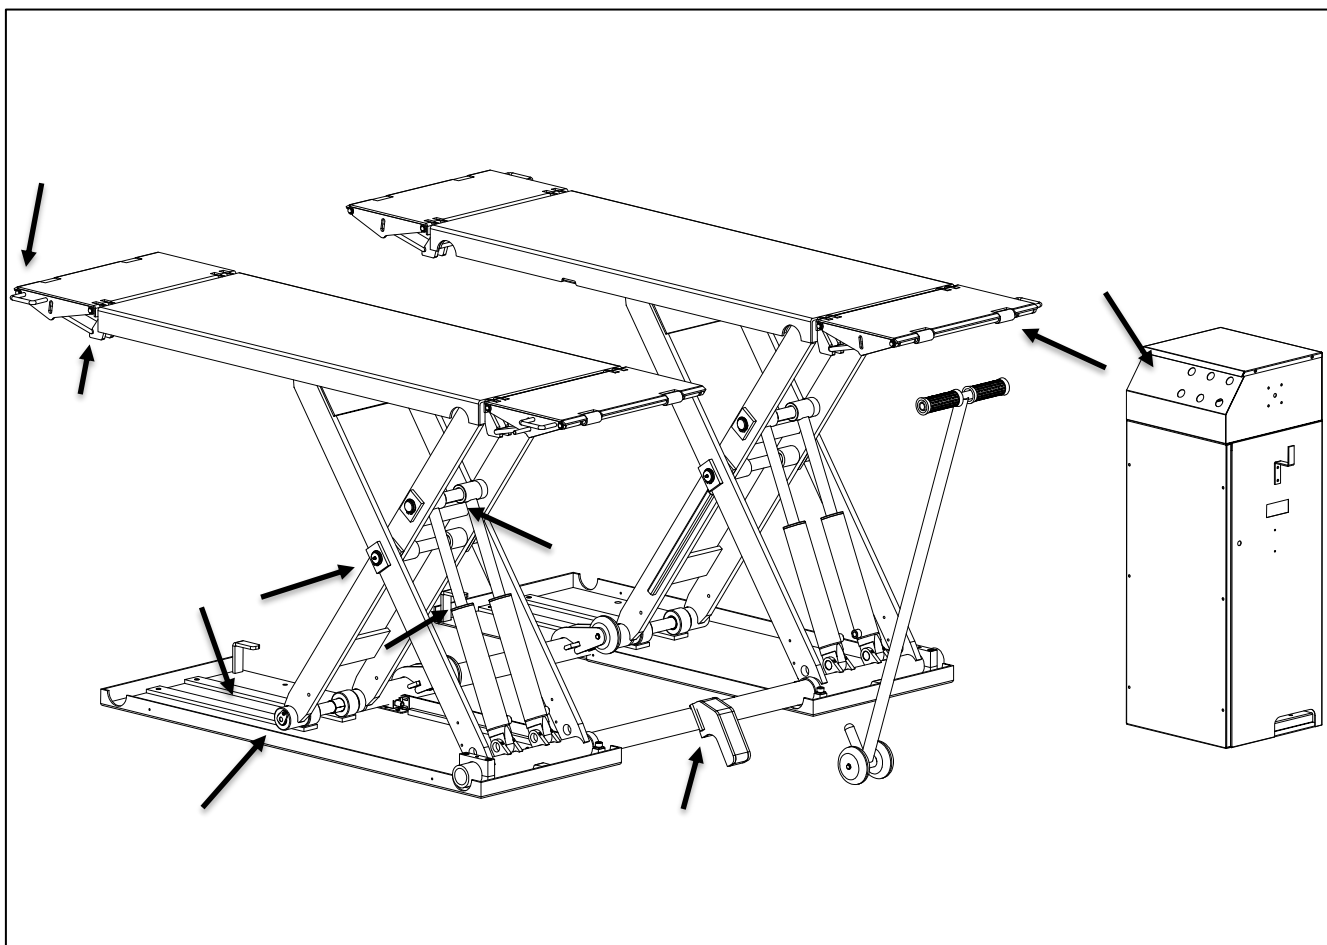

Fig. 9 - Kontrollera vid årligt underhåll av maskinen
6.4 Årlig kontroll (visuell översikt fig. 9)